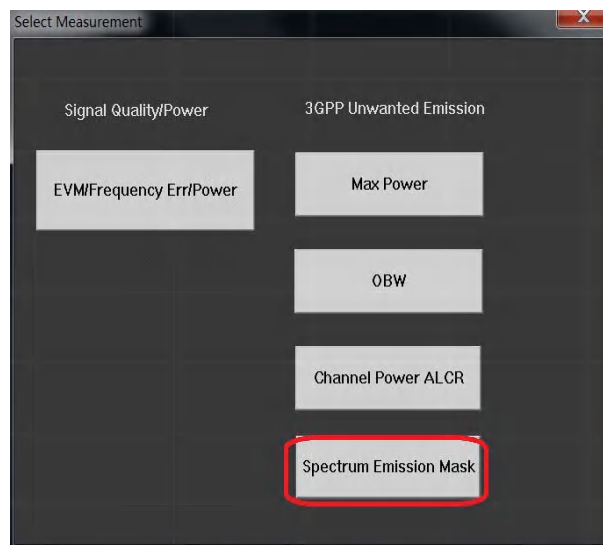

图 4.19 Spectrum Emission Mask 测试操作图
- 按【Meas】，【Spectrum Emission Mask】，操作如图 4.19 所示。